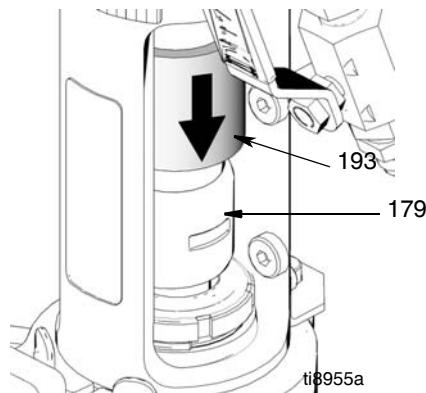

Рис. 25
6. (Рис. 25) Сдвиньте крышку соединителя (193) вниз поверх штоковых соединителей (179).